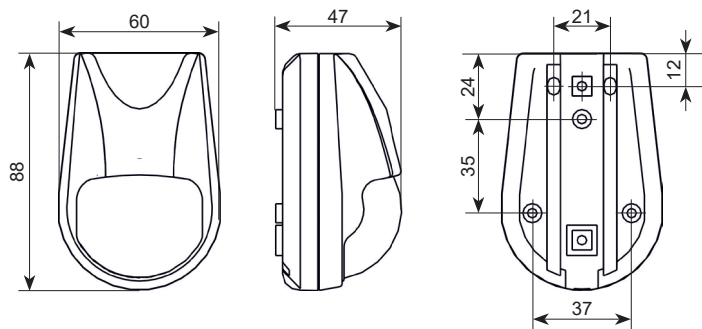

Рисунок 4
Габаритные размеры	м. рисунок 4
- Просверлите в основании извещателя отверстия (рисунок 4), которые будут использоваться для прокладки проводов и крепления извещателя.